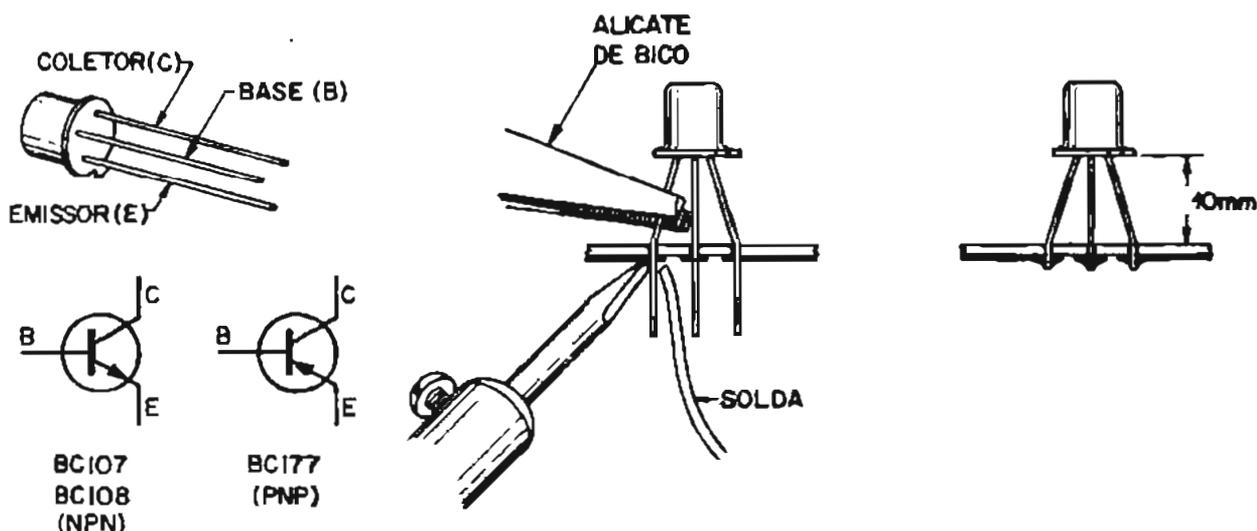

Figura 8 - Identificação dos terminais e montagem dos transistores
- 7 - Coloque e solde os transistores  $T_1$  (BC177) e  $T_3$  (BC107), prestando atenção à posição correta dos terminais. Oriente-se pela figura 8. Note que o terminal do emissor é o mais próximo da lingueta de identificação. Para a soldagem deve-se utilizar um alicate de bico como dissipador térmico, aplicado ao terminal do transistor, respeitando-se o espaçamento de 10 mm entre o corpo do transistor e a placa, conforme é visto na figura 8.